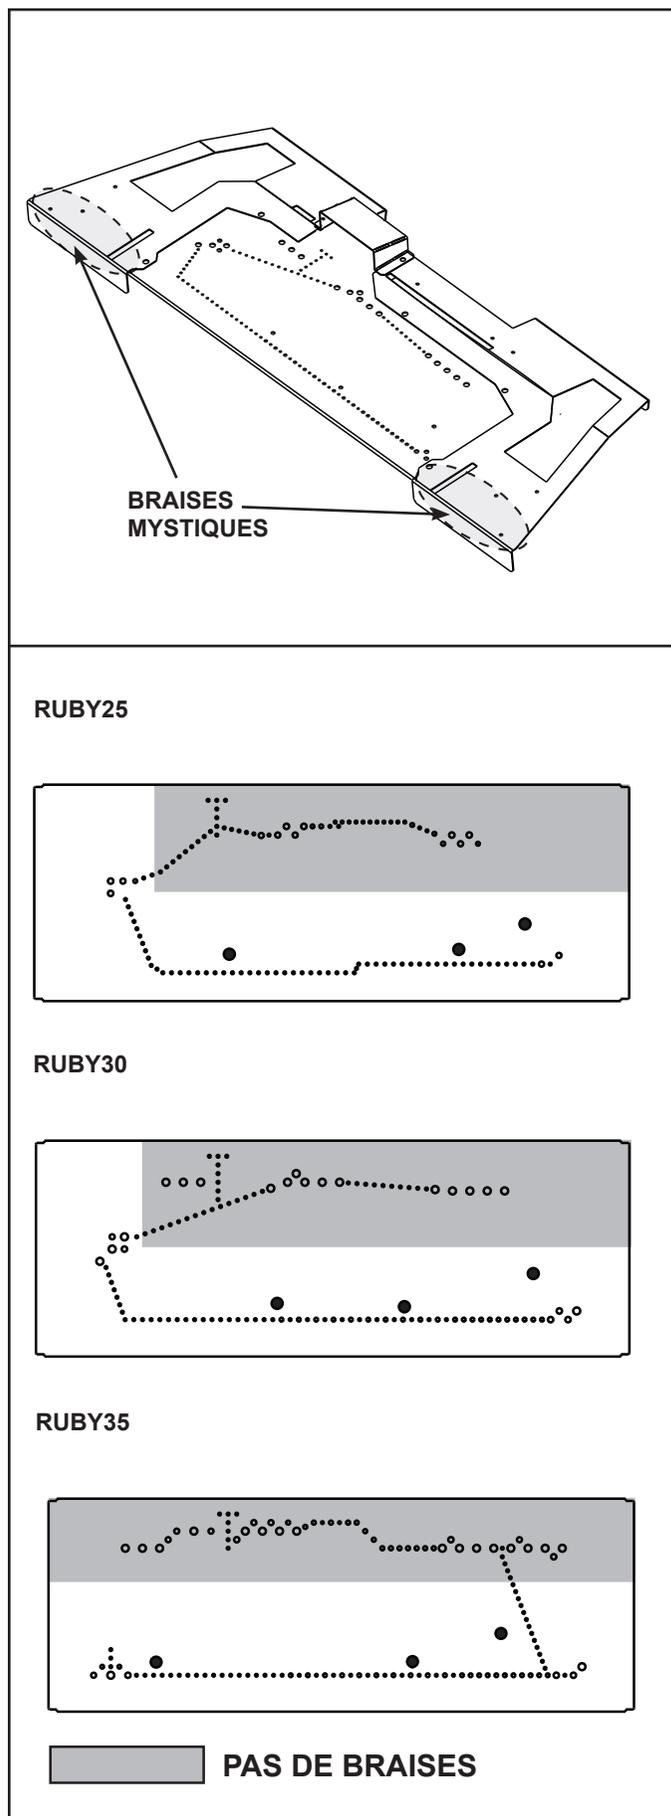

Figure 9.3 Disposition des braises
- Utilisez des braises mystiques pour masquer la transition entre la base réfractaire et le plateau de base. Voir la figure 9.3.
- Les braises ne PEUVENT PAS être disposées directement sur les orifices de brûleur, comme indiqué à la figure 9.3, ou dans la zone de la veilleuse, comme indiqué à la figure 9.3.
- Les braises peuvent être disposées sur les orifices des zones indiquées à la figure 9.3. Ces braises doivent être disposées sans structure par-dessus des orifices, sans les presser sur ou dans les orifices. Disposez en une seule couche ne dépassant pas une épaisseur de 6 mm (1/4 po).